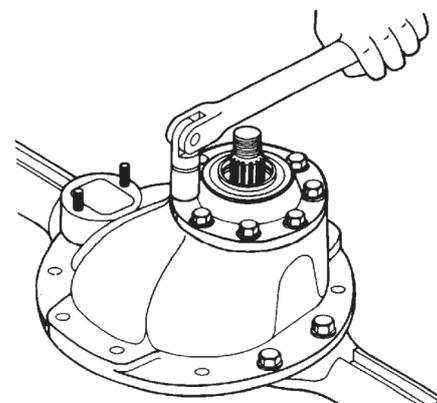

Figura 35
- Para remover a caixa solte os seus parafusos e as arruelas de fixação (Figura 35).